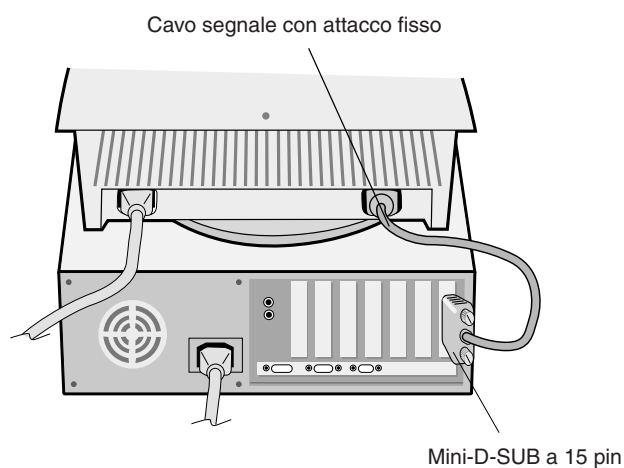

Figura A.1
3. **Per il PC:** Collegare il mini-D-SUB a 15 pin del cavo segnale con attacco fisso al connettore della scheda video del sistema (**Figura A.1**) Serrare tutte le viti.